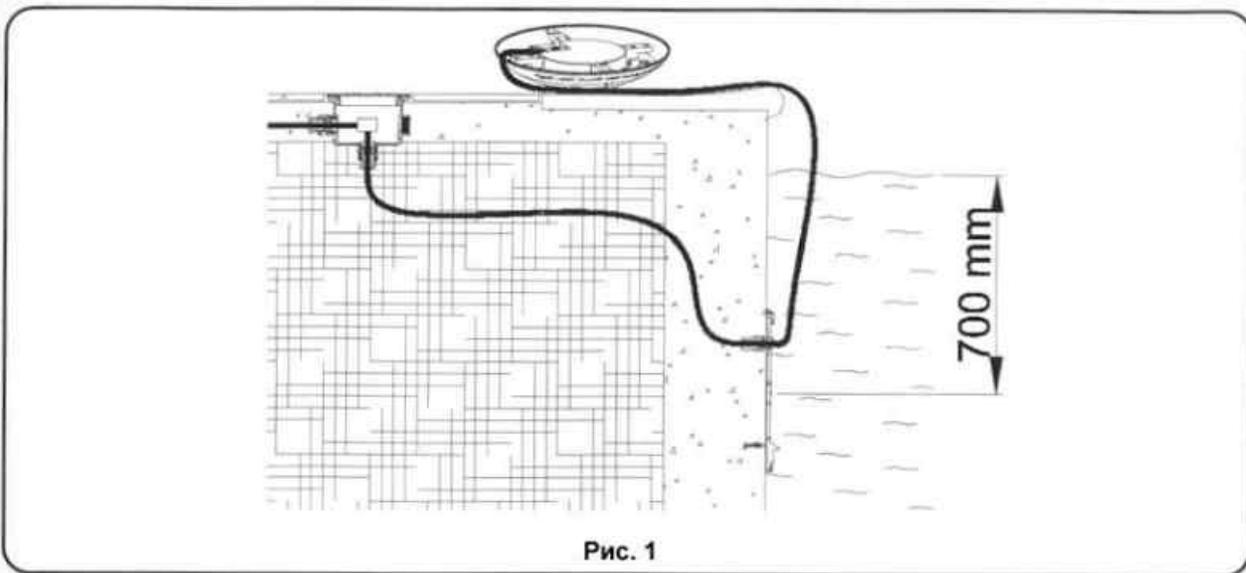
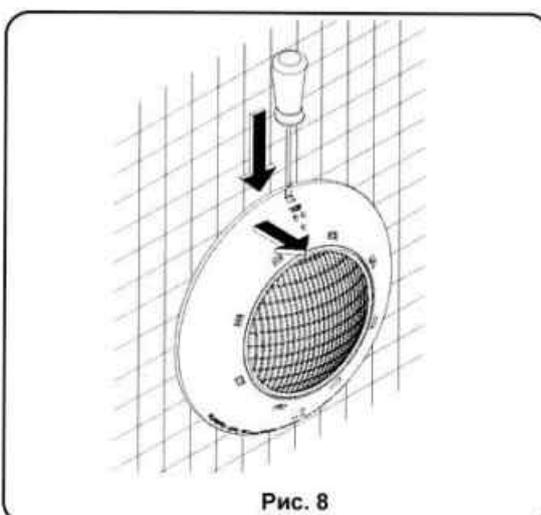

Рис. 1
Рис. 8
Светильник поставляется в комплекте с кабелем длиной 3 м (F). Пропустите кабель через кабельную муфту (рис. 4), оставив приблизительно 1,25 м кабеля между светильником и кабельным вводом, для того, чтобы в случае необходимости можно было вытащить светильник на край бассейна (например, для выполнения замены лампы). (Рис. 1).
Для того чтобы вытащить светильник на край бассейна (рис. 1), нужно вставить отвертку через верхнее отверстие декоративного кольца в паз на монтажном кронштейне и нажимать до тех пор, пока светильник не освободится. (Рис. 8).